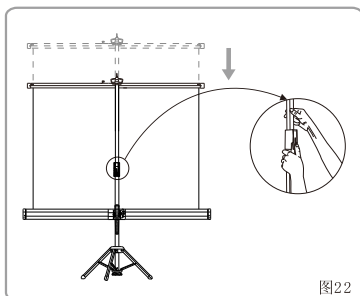

图22
3. 用一只手握住可调节升降杆，另一只手按住升降单向锁扣（绿色），将可调节升降杆缓缓往下降至最低位。(如图22)